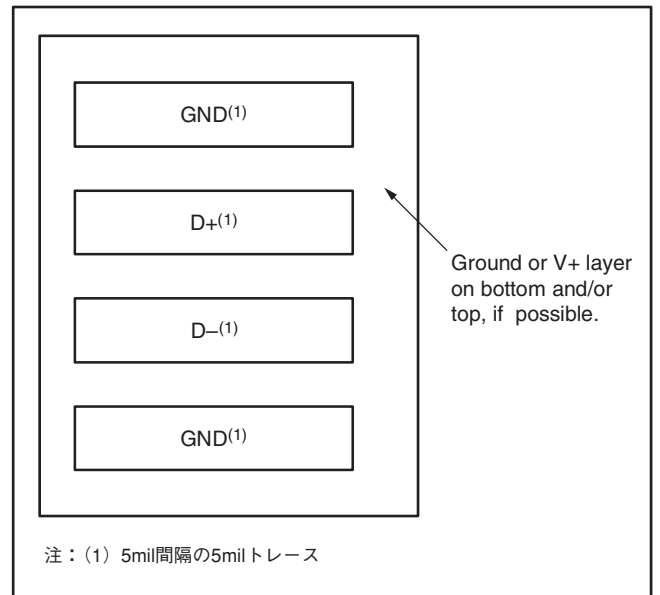

図 19. 信号トレース例
2. D+とD-のトレースをそれぞれ隣接させて配線し、グラウンド保護トレースを使用して隣接信号から遮蔽します(図19を参照)。多層PCBを使用する場合は、これらのトレースをグラウンドまたはVDDプレーン間に埋め込んで、外部の雑音源から遮蔽します。5milのPCBトレースを推奨します。